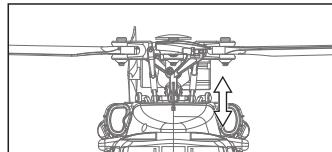

図1. 機体を正面から見た図
- エルロンスティック(モード1:右ステイック、モード2:左ステイック)を左右に動かすとエルロンサーボ側のリンクージロッドが上下します(図1)。動作に引っ掛かりや異音がないか確認します。